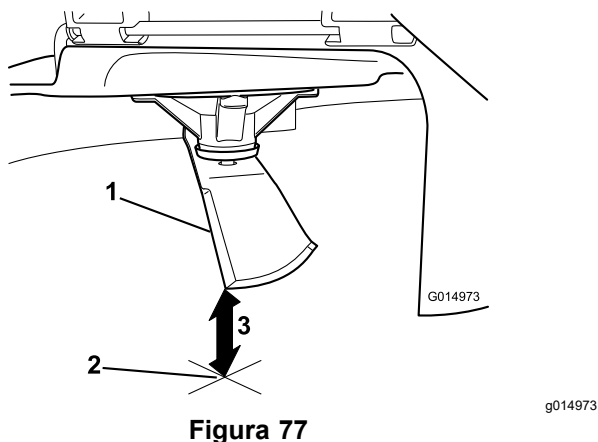

Figura 77
5. Mida desde la punta de la cuchilla hasta la superficie plana (Figura 77).